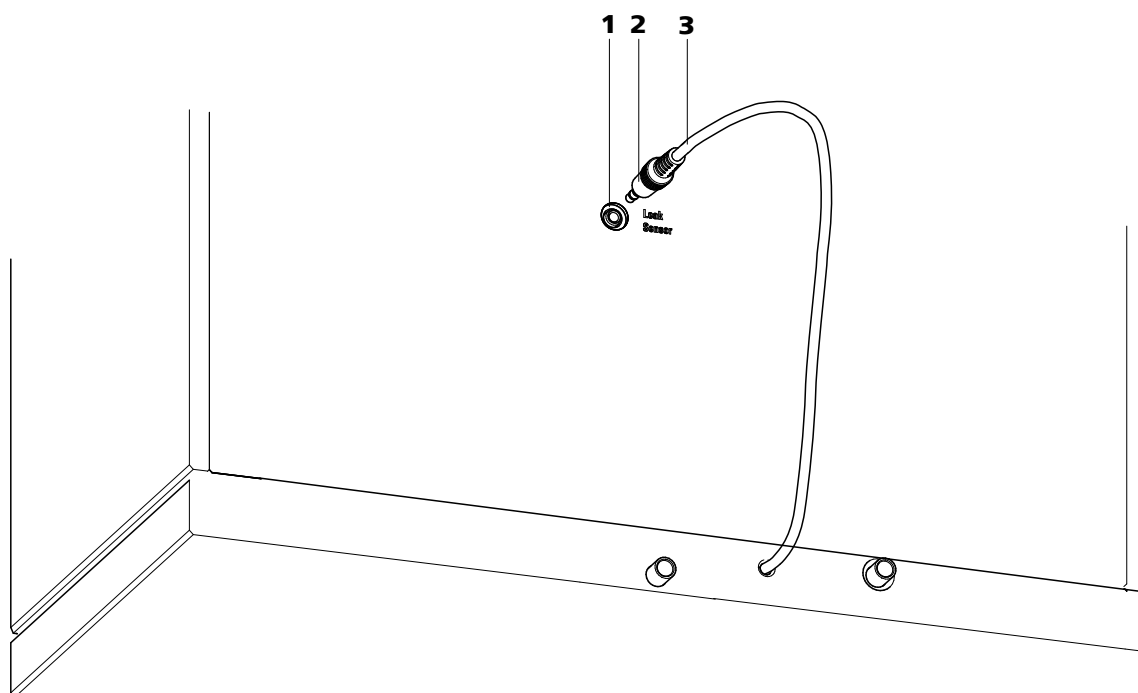

图6 仪器背面的泄漏传感器接口
- 1 将漏液传感器的连接插头(6-2)插入仪器背面（参见图6，第18页）的漏液传感器接口(6-1)内。